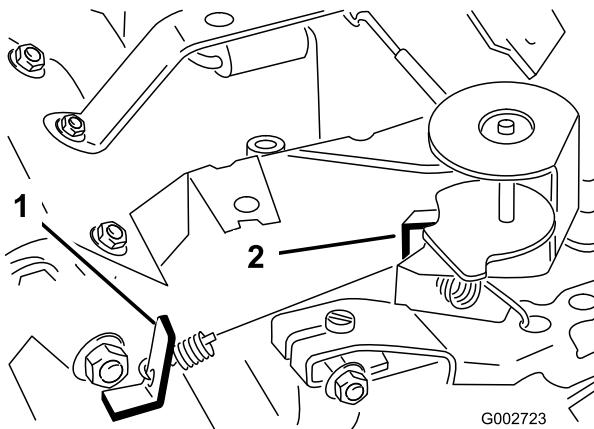

Bild 38
3. Biegen Sie den Anker-Federmitnehmer (Bild 38), um eine Leerlaufgeschwindigkeit von 1725 ± 50 U/min zu erzielen. Prüfen Sie die Motordrehzahl mit einem Drehzahlmesser.
5. Stellen Sie den Gasbedienungshebel auf „Schnell“. Biegen Sie den Federankermutter in der Vollgaseinstellung (Bild 38), bis Sie eine Vollgasdrehzahl von 3400 ± 50 U/min realisieren.